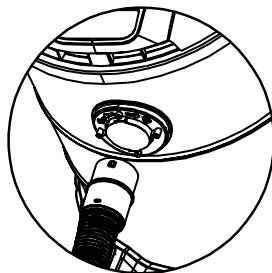

Fig. 6 – Conexión de la manguera
- Coloque el conector de la manguera en la boquilla de conexión y gírelo en el sentido de las agujas del reloj para bloquearlo (Fig. 6).